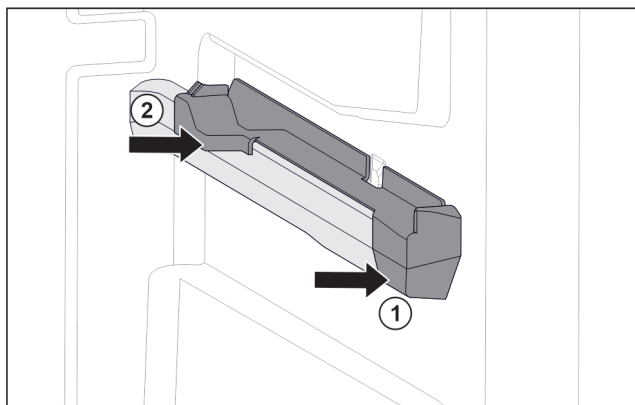

Fig. 148 Nasazovací díl na pravém žebrování na nádoby
- Nasad'te nasazovací díl na žebrování na nádoby. Fig. 148 (1)
- Přitlačte nasazovací díl k zadní části. Fig. 148 (2)